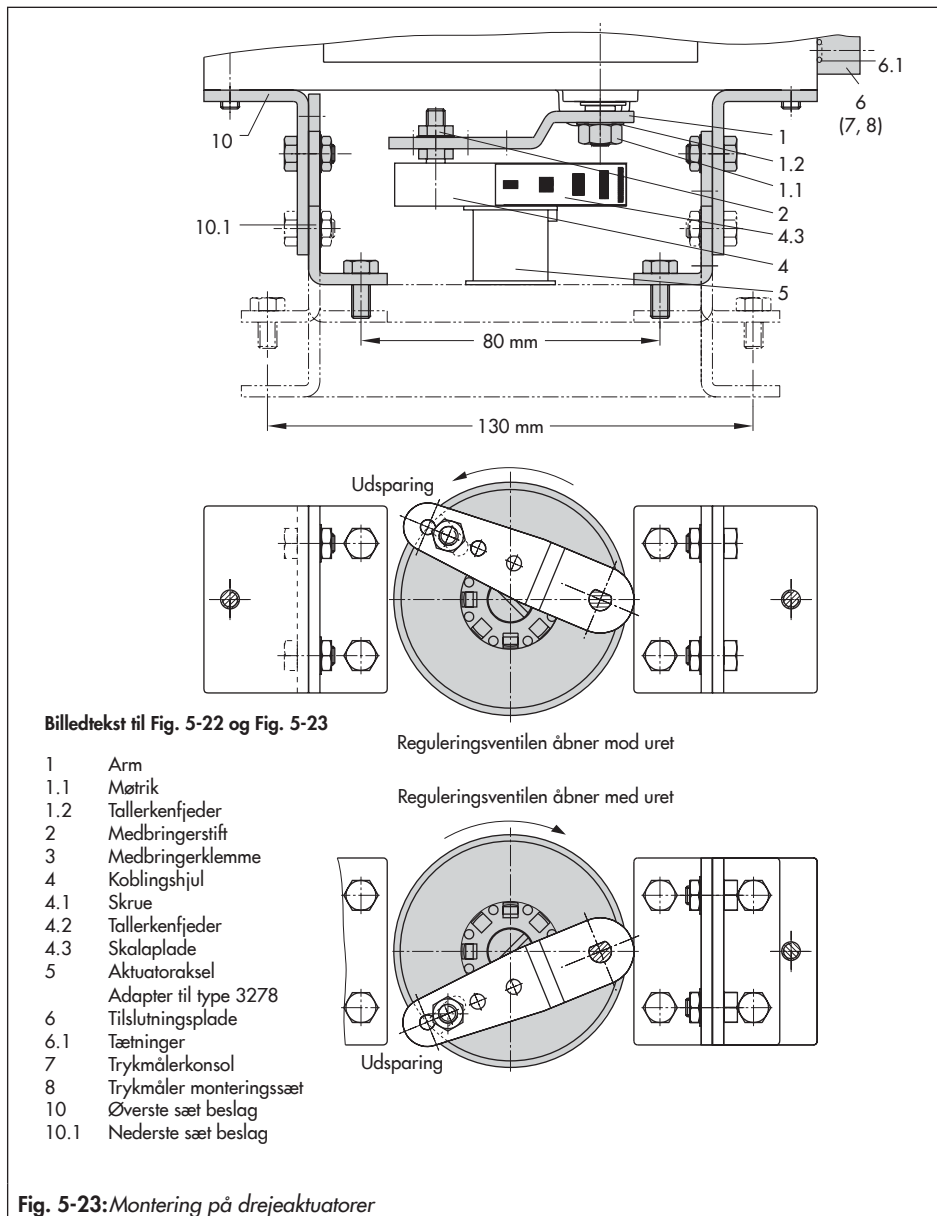

Fig. 5-23: Montering på drejeaktuatorer
- Se Fig. 5-23
1. Sæt medbringerklemmen (3) på den slidse aktuatoraksel eller afstandsdel (5).
2. Sæt koblingshjulet (4) med den flade side imod aktuatoren på medbringerklemmen (3). Ret til efter udsparingen, så det modsvare bevægelsesretningen, når ventilen er i lukket position (se Fig. 5-23).
3. Spænd koblingshjulet (4) og medbringerklemmen (3) fast på aktuatorakslen med skruen (4.1) og fjederskiven (4.2).
4. Fastgør det nederste sæt beslag (10.1) med bukkene pegende enten indad eller udad (afhængigt af aktuatorens størrelse) på aktuatorens hus. Sæt det øverste sæt beslag (10) på, og fastgør dem.
5. Monter tilslutningspladen (6) eller trykmålerkonsollen (7) med trykmålere på positioneren. Kontrollér, at de to tætninger (6.1) sidder korrekt. Dobbeltvirkende drejeluatorer uden fjedre kræver en reverseringsforstærker i forbindelsessiden på positionerens hus (se afsnit 5.6.7).
6. Skru standard medbringerstiften (2) af positionerens **M** arm (1). Brug medbringerstiften af metal (Ø 5 mm) indeholdt i monteringssættet, og spænd den i hullet til stiftposition **90°**.
7. Sæt positioneren på det øverste beslag (10), og spænd den fast. Under hensyntagen til aktuatorens bevægelsesretning skal man justere armen (1), så den går i indgreb i udsparingen på koblingshjulet (4) med dens medbringerstift (Fig. 5-23). Man skal sikre sig, at armen (1) er parallel med positionerens lange side, når aktuatoren er ved halv drejevinkel.